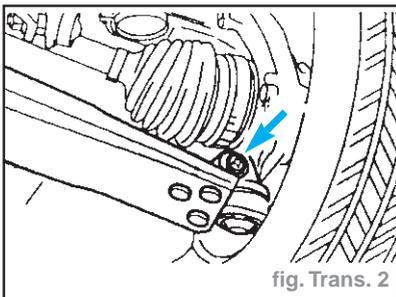

fig. Trans. 2
- Dégager le bas de suspension du porte fusée (fig. Trans. 2).
- Poser la rotule de bras inférieur sur le porte fusée (serrer à **4,7 daN.m**) (fig. Trans. 2)